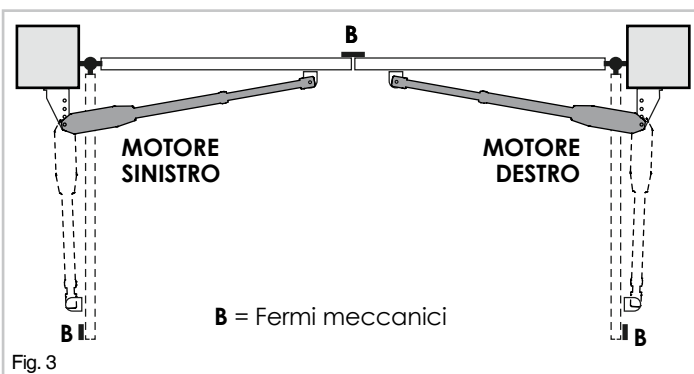

Fig. 3
- Il cancello sia dotato di arresti meccanici in apertura e chiusura (Fig. 3).
### 3.3 Attuatore DESTRO o SINISTRO (Fig. 3)